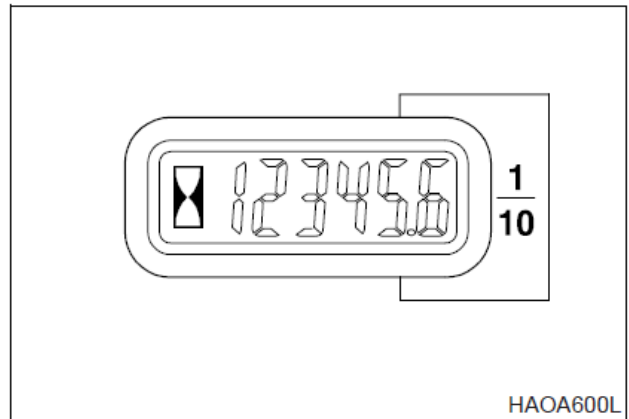

Рис. 1
**ПРИМЕЧАНИЕ:** *Ниже представлены профилактические проверки и необходимые интервалы между ними. Возможно, потребуется сократить время между проверками с учетом условий работы. Машины, работающие в экстремально жарких или пыльных условиях, требуют более частого обслуживания. Общее количество отработанных машиной часов определяется счетчиком моточасов (рис. 1), который расположен в кабине на консоли управления.*